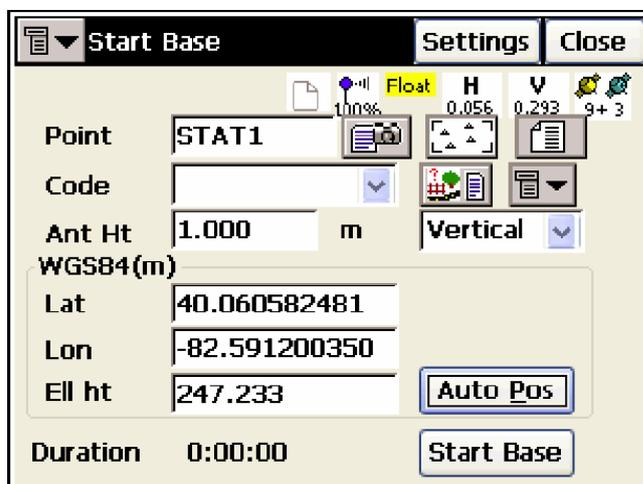

Рисунок 6-3. Запуск базы
2. Выберите команду **Survey > Start Base (Работа > Старт "Базы")**. В окне **Start Base (Старт "Базы")** задайте приводимые ниже параметры, после чего для передачи координат на приемник нажмите **Start Base (Старт "Базы")** (рис. 6-3):